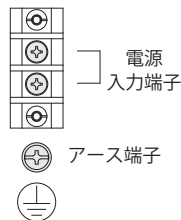

図 9 端子台の構成
1. 端子ねじ M4・アースねじ M4 にて電源線・アース線を指定の端子へ適正締付トルクにて確実に接続してください。(図 9、10)